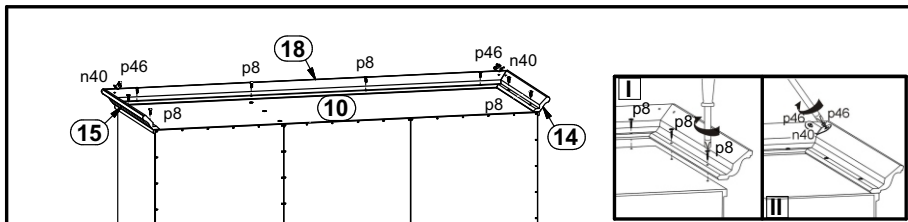

Рисунок 7
16. Соединить планки декоративные из МДФ **14, 15, 18** между собой с помощью уголков **n40** и шурупов **p46**, а затем закрепить на щите верхнем **10** шурупами **p8** (см. рис. 7).